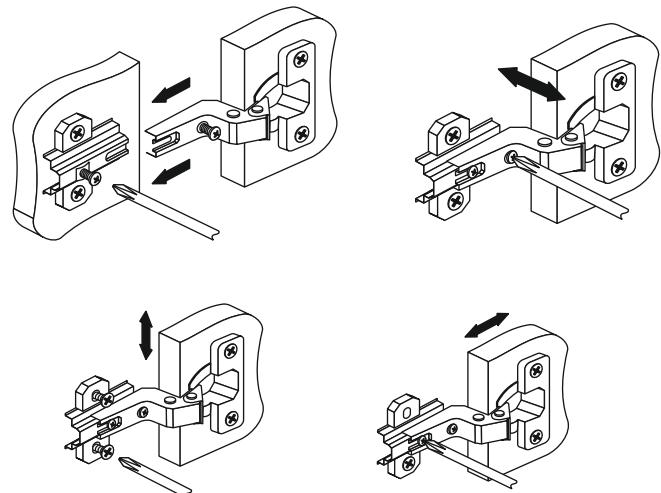

Рис.2
- Установите и отрегулируйте створки (рис.2)